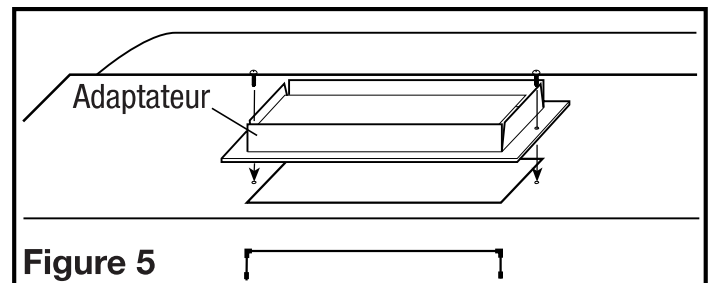

Figure 5
6. Pour les conduits verticaux ou horizontaux de 3-1/4 "x 10", installez le clapet de la hotte en plaçant l'assemblage du clapet sur l'ouverture. Fixez avec les deux vis fournies. Utilisez un ruban adhésif approuvé pour coller autour du collier et sceller les fuites d'air (**Figure 5**).